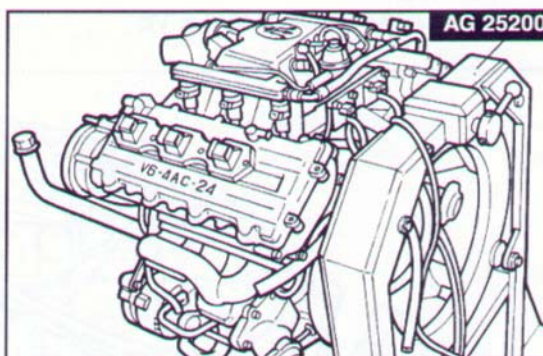
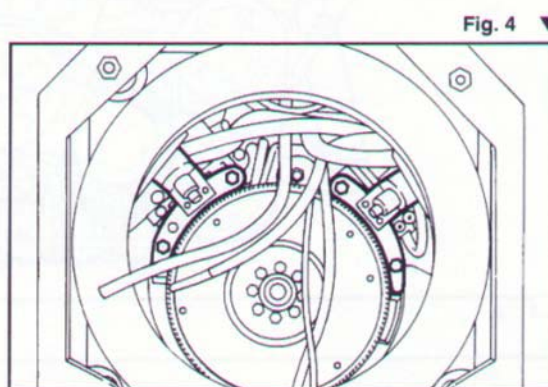
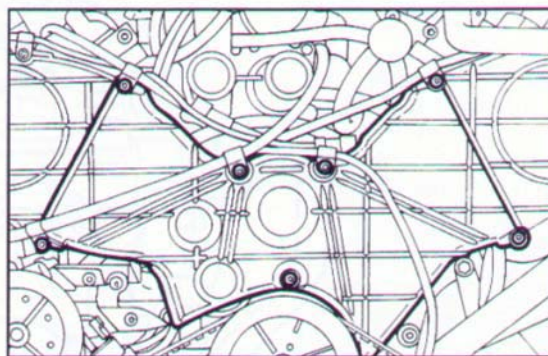

Fig. 3 ▲
Fig. 4 ▼
Fig. 5 ▲
- Posizionare il motore, privo di frizione, sul cavalletto sostegno motore AG 25200 (Fig. 3), fissando le staffe del cavalletto sulla flangia attacco cambio (Fig. 4), quindi svitare le sette viti (Fig. 5) e rimuovere il riparo cinghia distribuzione.
Set the engine, without clutch, on the engine support stand AG 25200 (Fig. 3), clamping the stand brackets to the gearbox mounting flange (Fig. 4). Unscrew the seven screws (Fig. 5) and remove the timing belt guard.